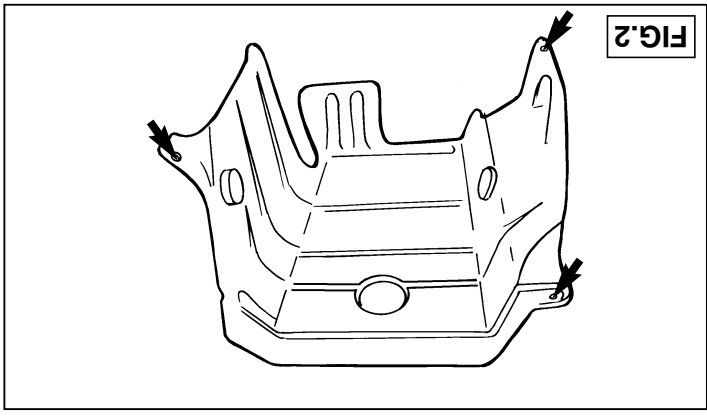
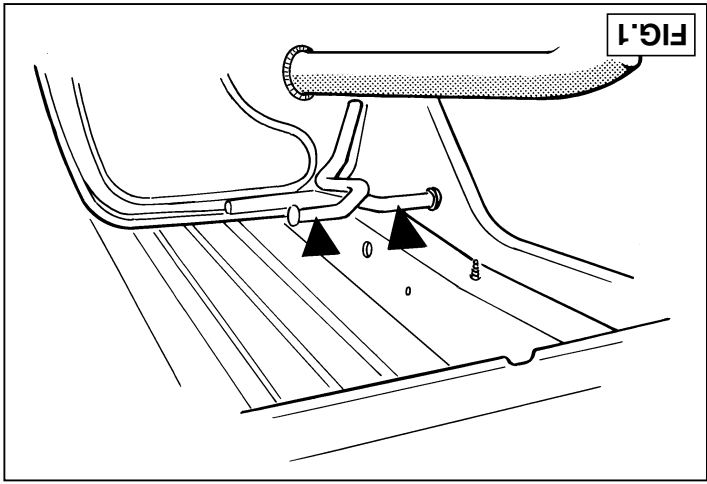
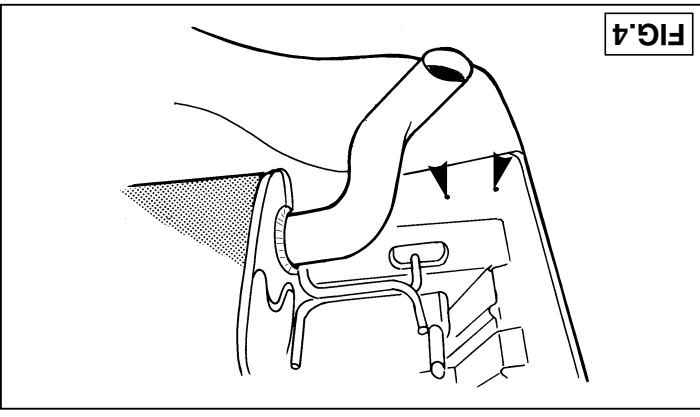
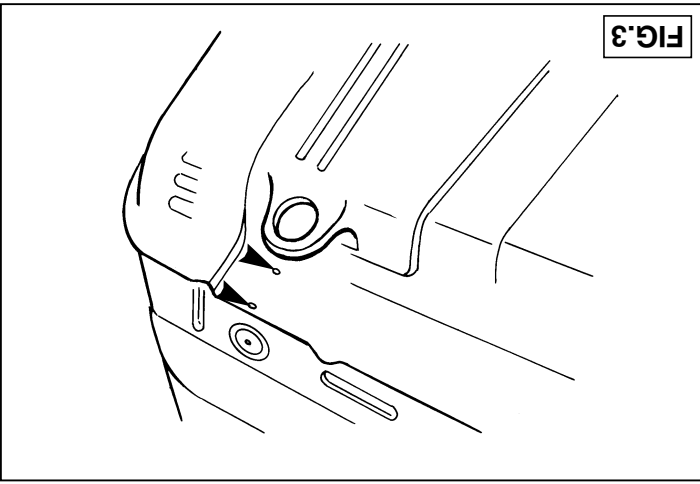

FIG. 2
FIG. 1
FIG. 4
FIG. 3
1. Den Kofferraumboden freimachen und die Stößstange entfernen. Den Auspuff gemäß Fig.1 herunterlassen. Das Hitzeschild gemäß Fig.2 entfernen. Die in Fig.3 und Fig.4 angegebenen Vertiefungen gemäß Fig.5 und Fig.6 einbohren.
1. Libérer le fond du coffre et démonter le pare-chocs. Laisser descendre l'échappement conformément à la fig.1. Déposer le bouclier thermique conformément aux fig.5 et 6 les encoches indiquées sur les fig.3 et 4.
1. Frilägg bagageutrymmets golvplatta och demontera stötfångaren. Sänk avgasröret enligt fig.1. Ta bort värmeskölden enligt fig.2. Borra igenom de små inbucklingarna som markeras i fig.3 och 4 enligt fig.5 och 6.
1. Ryd bunden i bagagerummet og demonter kofangeren. Sænk udstødningsskrøbet et stykke ifølge fig. 1. Fjern varmeskjoldet ifølge fig. 2. Bor den i fig. 3 og fig. 4 atmærkede fordybninger igennem ifølge fig. 5 og fig. 6.
1. Despejar el suelo del maletero y desmontar el parachoques. Bajar el tubo de escape de acuerdo con la fig.1. Retirar el escudo térmico de acuerdo con la fig.2. Taladrar las depresiones indicadas en las figuras 3 y 4, de acuerdo con las figuras 5 y 6.
1. Uprzątnąć powierzchnię bagażnika, następnie zdemontować tylni zderzak oraz zdjąć wydech z uchwytów rys.1. Po wykonaniu tych czynności należy zdemontować osłonę wydechu rys. 2, a w następnej kolejności wywiercić otwory w wyznaczonych punktach rys. 3-6.